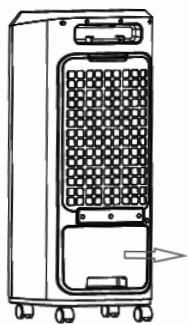

Abb. 1
- a) Ziehen Sie den Wassertank wie abgebildet ein Stück weit aus der Geräterückseite (Abb. 1).